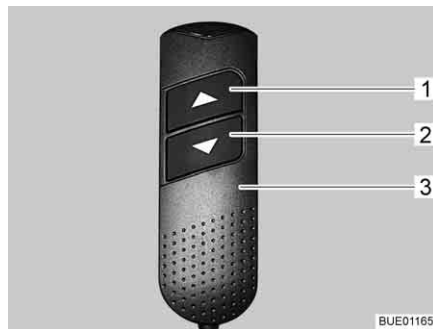

Fig. 103 Elemento di regolazione manuale
- Sull'elemento di regolazione manuale (Fig. 103,3) premere e tenere premuto il tasto "▼" (Fig. 103,2). La zona piedi rientra. Le zone testa vengono sollevate.
- Sull'elemento di regolazione manuale (Fig. 103,3) premere e tenere premuto il tasto "▲" (Fig. 103,1). La zona piedi viene estratta. Le zone testa vengono abbassate.
- Sull'elemento di regolazione manuale (Fig. 103,3) premere i tasti "▼" (Fig. 103,2) e "▲" (Fig. 103,1) finché non viene raggiunta la posizione desiderata.